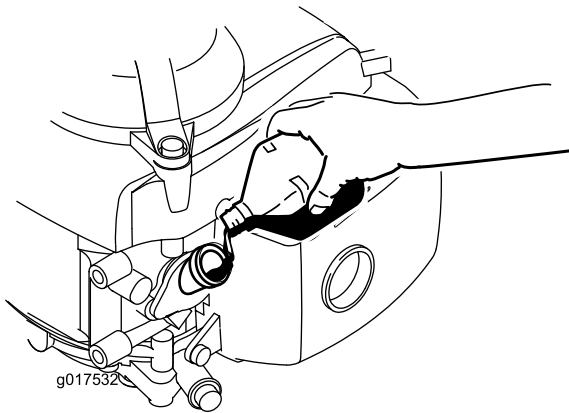

Figura 6
3. **Lentamente**, vierta aceite en el tapón de llenado de aceite, espere 3 minutos y compruebe el nivel de aceite en la varilla limpiando la varilla e insertándola **sin enroscar** en el orificio (Figura 6).